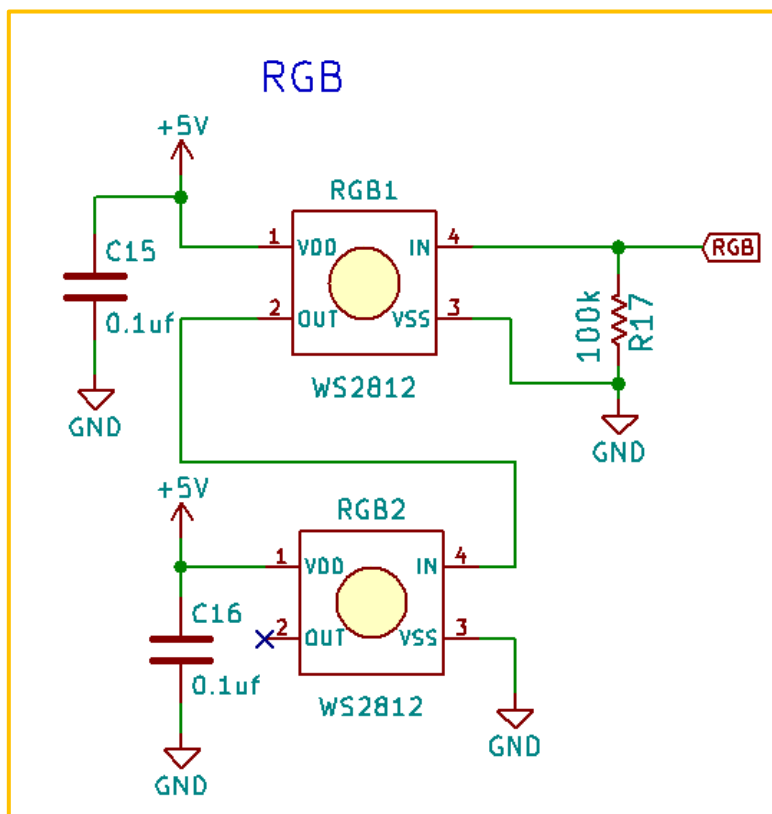

图 9-3 RGB LED 与蜂鸣器原理图
PS2X&Motor Driver Board 驱动板上面有两个 RGB LED 灯 RGB1 和 RGB2, 可以通过编写程序控制 RGB 的亮灭时序, 还可以设置 RGB 灯的颜色, (示例程序文件路径: **加载文件->ArduinoDemo->RGB->RGB\_test1.ino**) 烧录示例程序后, 打开电源开关, 会看到 RGB 灯闪烁, RGB LED 灯原理图如图 9-3 所示。
**加载文件->ArduinoDemo->Buzzer->Happy\_Birthday->Happy\_Birthday.ino**）烧录示例程序后，打开电源开关，蜂鸣器播放音乐，蜂鸣器的原理图如图 9-3 所示。